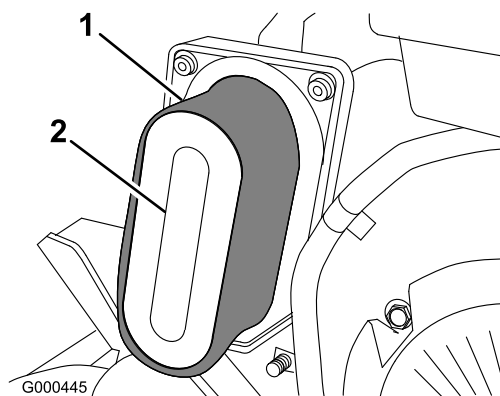

Figura 29
- Si el elemento de gomaespuma está sucio, sepárelo del filtro de papel (Figura 29). Límpielo a fondo.